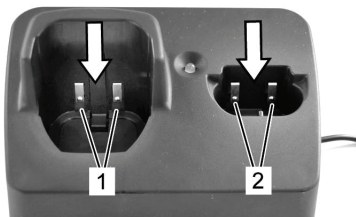

Abb. 22
Für ein gutes Scherergebnis und zur Erhöhung der Lebensdauer der Schermaschine und des Scherkopfes ist eine dünne Ölschicht zwischen dem Ober- und Untermesser unumgänglich (Abb. 22).
- ▶ Schermesser während der Schur ausreichend ölen (mindestens alle 15 Minuten), damit sie nicht trocken laufen (Abb. 22).